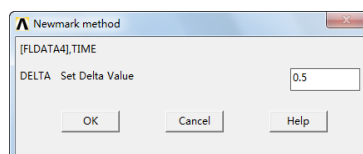

图 9-128 “Newmark method”对话框
⑪单击“OK”按钮，会弹出“Newmark method”对话框，如图 9-128 所示，在“DELTA Set Delta Value”输入框输入 0.5，单击“OK”按钮关闭该对话框。